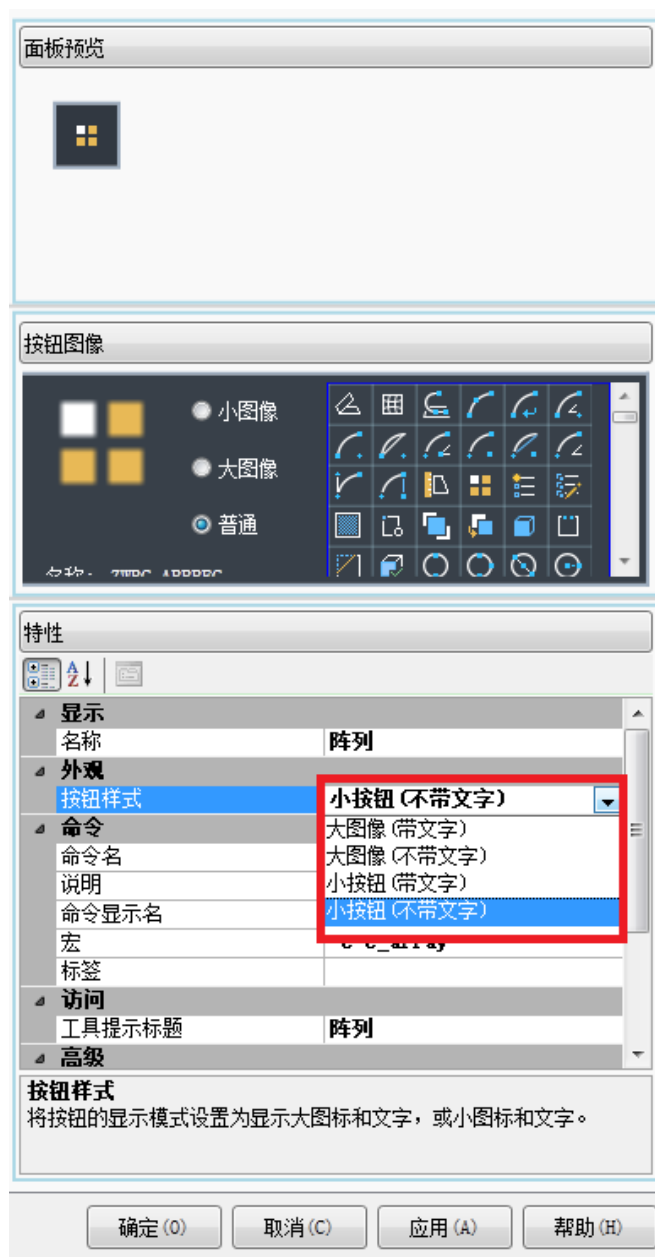

图 2-27 按钮样式面板
e) 用户还可以选择按钮的显示大小和类型，在“特征”——“外观”——“按钮样式”中，有大图像（带文字）、大图像（不带文字）、小按钮（带文字）、小按钮（不带文字）四种选择，如图 2-27 所示，选择完再点击【应用】按钮。